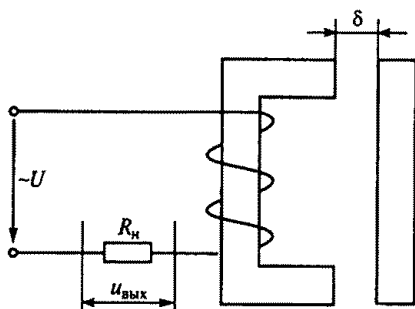

Рис. 267
12.8.Р. На рис. 267 приведена схема индуктивного датчика. Как изменится индуктивное сопротивление катушки x_L при увеличе-